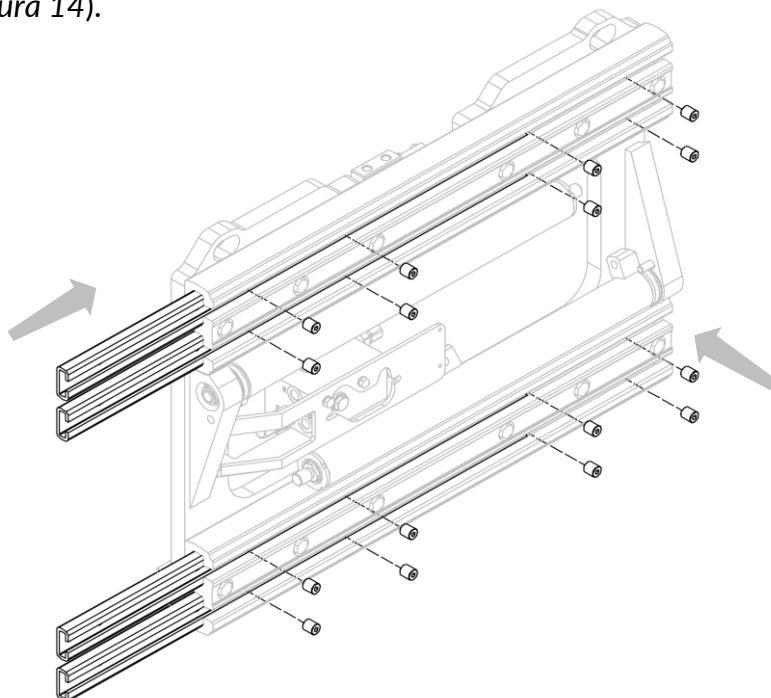
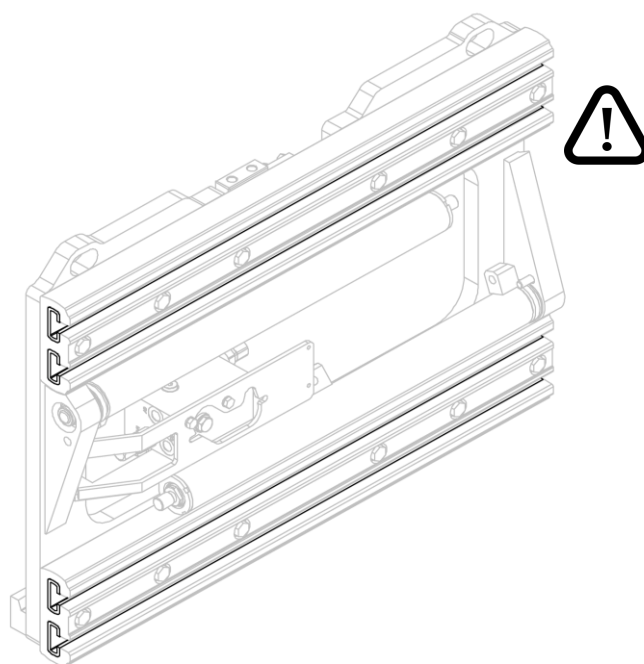

Figura 13
Figura 14
2. Inserte las deslizaderas de nailon y fíjelos con los tornillos (mira *Figura 13 y Figura 14*).